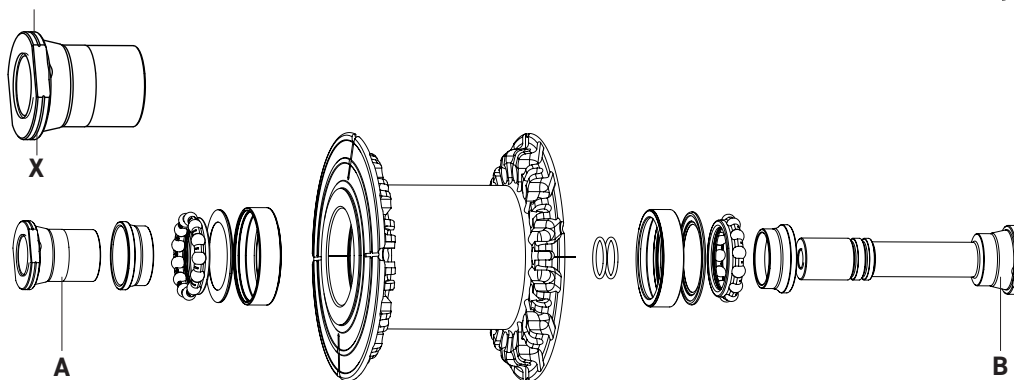
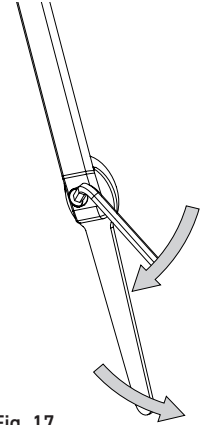

Fig. 14
Fig. 17
- Identificate il lato registrabile del perno (A - Fig.14), riconoscibile dalla presenza della cava (X - Fig.14). Il lato non registrabile invece non presenta la cava (B - Fig.14).
• Serrate la vite dal lato registrabile del perno (A - Fig.14) alla coppia di 12-13 Nm, contrastando la rotazione del perno con una chiave piatta fissa da 17 mm (Fig.17) sullo stesso lato del perno.
- Bloccate il perno con una chiave fissa piatta da 17 mm da inserire in posizione B (Fig.14) e con un'altra chiave fissa piatta da 17 mm svitate la boccola di registrazione A (Fig.14), riconoscibile dalla presenza di una cava, sul lato opposto.